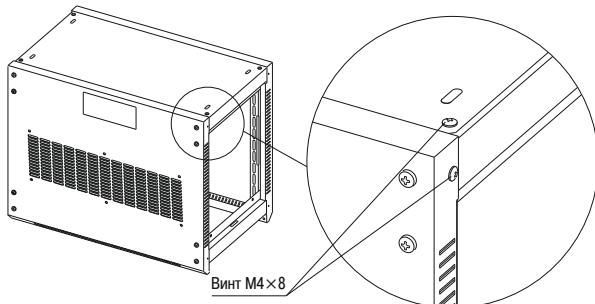

Рисунок 8
4.1.7 Положите стенку заднюю на рамы между крышкой и дном и закрепите шестью винтами M4×8 (рисунок 8).
4.1.2 Закрепите винтами M4×8 крышу и дно на боковых поверхностях рам (рисунок 8), а также щеточный кабельный ввод.